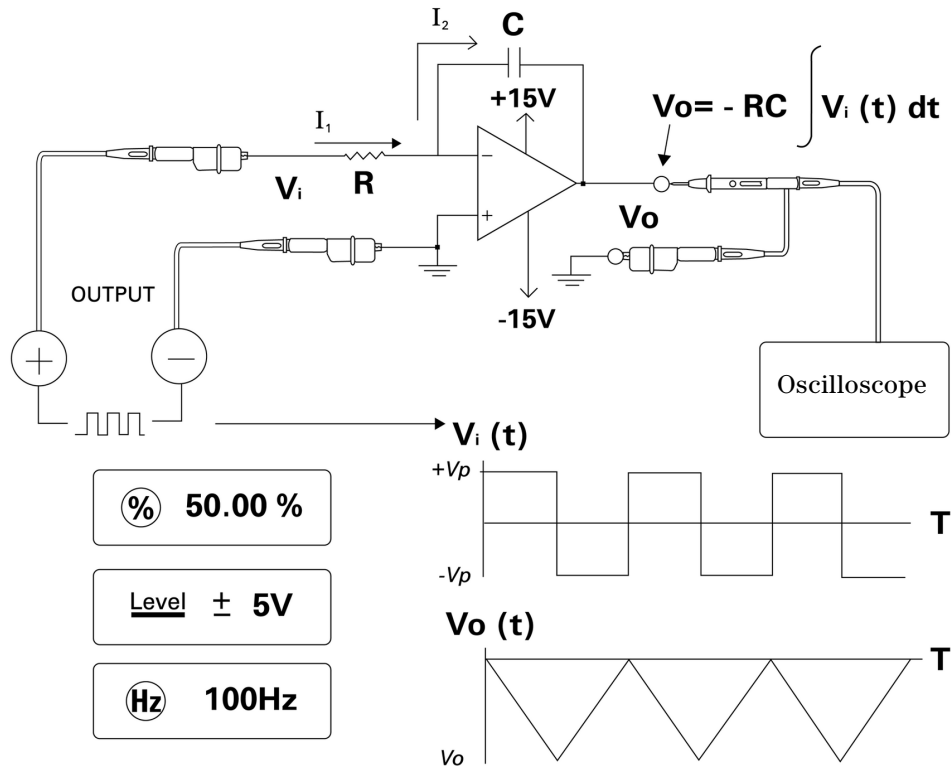

Figure 5-15 Conversion d'un signal carré en signal triangulaire
Le circuit illustré par la Figure 5-15 à la page 112 montre une tension proportionnelle à la tension d'entrée intégrale.
- 3 Branchez l'amplificateur, comme indiqué dans la Figure 5-15 à la page 112.